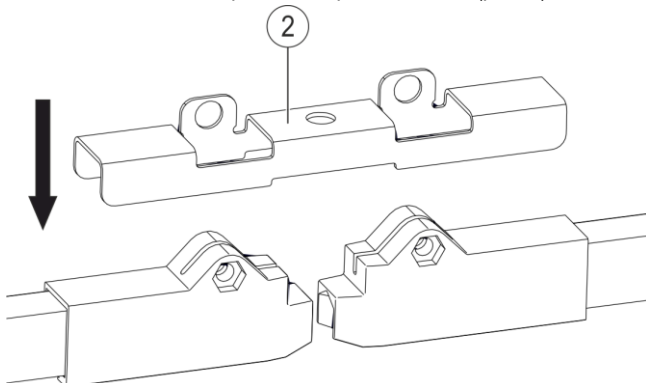

Fig. 98 : Placer la tôle sur les embouts finaux
→ Placer la tôle pour la coupure dans l'air (pos. 2) sur les embouts finaux (pos. 1) (voir Fig. 98).